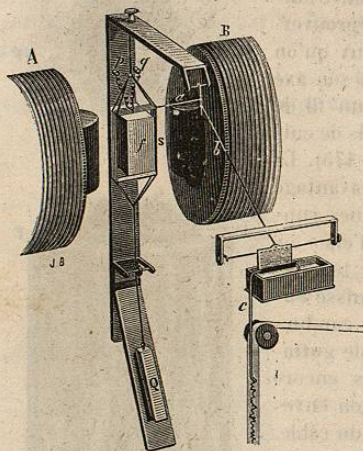

Fig. 476.
un galvanomètre aperiodique (595) à cadre mobile et à aimant fixe; l'aimant est ici remplacé par un électro-aimant AB (fig. 476). Le multiplicateur *s*, placé entre les pôles de l'électro-aimant, est suspendu par deux fils; à la partie inférieure du cadre est suspendue une masse *Q*, mobile sur un plan incliné au moyen duquel on règle la tension du fil. Le courant est amené dans le multiplicateur par deux spirales très flexibles, mises en communication avec les boutons *p* et *q* qui communiquent, l'un avec la ligne, l'autre avec le sol.